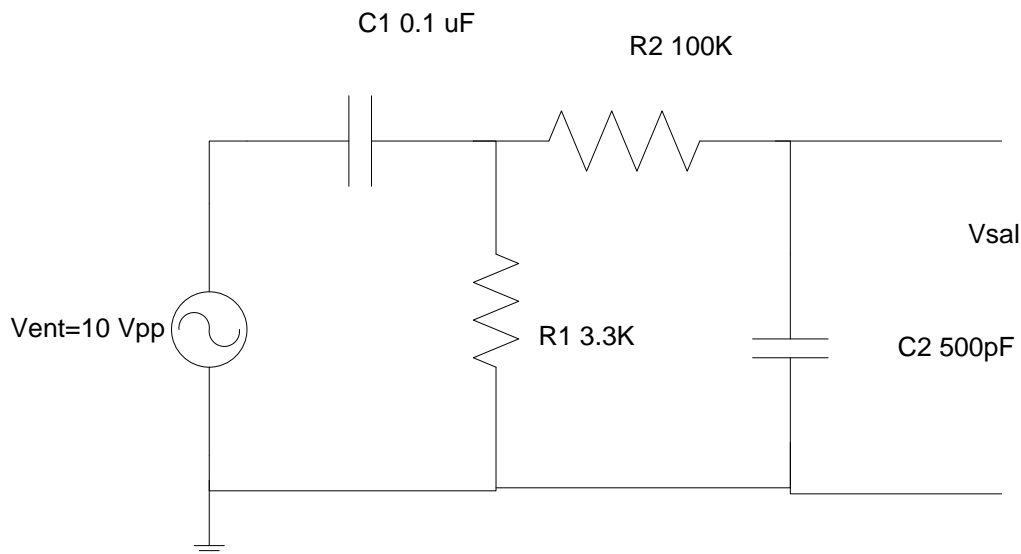

Figura1.
1. Para el circuito de la figura1 calcular las frecuencias de corte superior e inferior, registre este valor en la tabla 1.